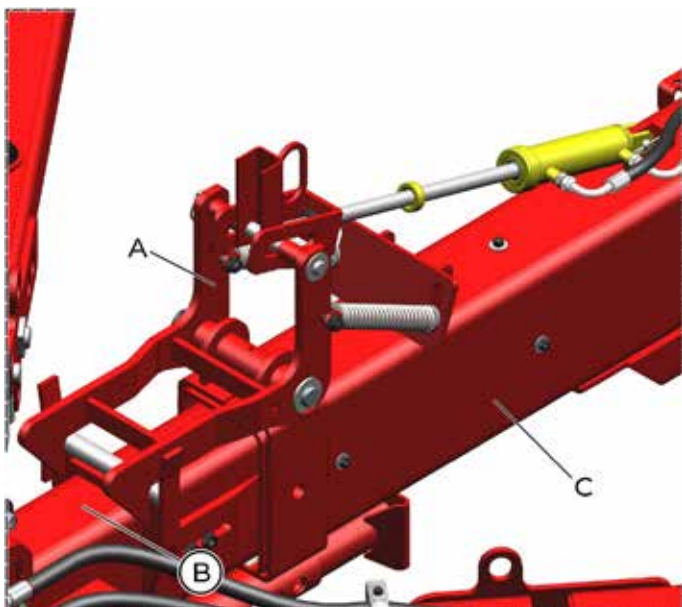
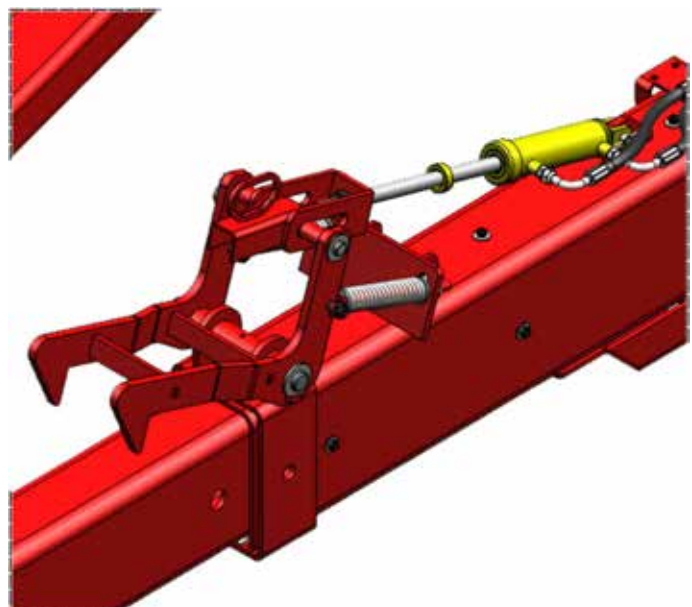

Fig. 34
Fig. 35
A trava (A) faz o bloqueio do cabeçalho (B) com o chassi principal (C). Quando a semeadora está em processo de fechamento para deslocamento e transporte, a trava se levanta (Fig. 35). Quando a semeadora está em processo de abertura para o plantio, a trava abaixa (Fig. 34).